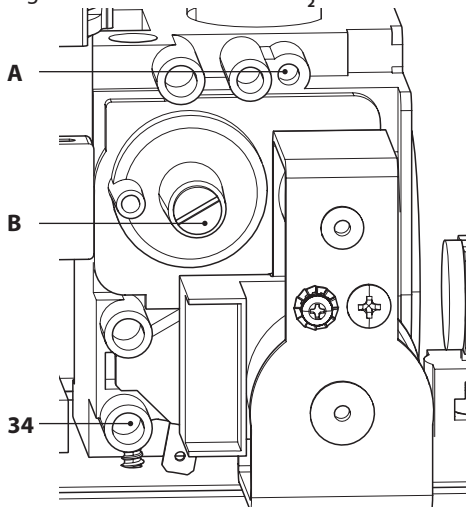

Figura 7.6
- A caldaia spenta (fuori servizio), controllare la pressione di alimentazione utilizzando la presa 34 in Figura 7.6 e confrontare il valore letto con quelli riportati nella tabella Pressioni di alimentazione gas nella sezione "Dati tecnici M260MR.2025 SM/T" a pag. 30 e "Dati tecnici M260MR.2530 SM/T" a pag. 34.
- Richiudere bene la presa di pressione 34 in Figura 7.6.
- Per tarare il **CO2** della caldaia (pressione del gas al bruciatore) svitare completamente il tappo in ottone di protezione **B** e agire sulla vite a brugola Ø 4 mm sottostante Figura 7.6, girando in senso orario il **CO2** aumenta.
- Se i due dati non coincidono agire sulla vite regolazione massimo RQ (A in Figura 7.6) della valvola gas e tarare il  $\text{CO}_2$  allo stesso valore riportato nella sezione "Dati tecnici M260MR.2025 SM/T" a pag. 30 e "Dati tecnici M260MR.2530 SM/T" a pag. 34 in tabella "Dati in sanitario". Girando in senso orario il  $\text{CO}_2$  diminuisce.